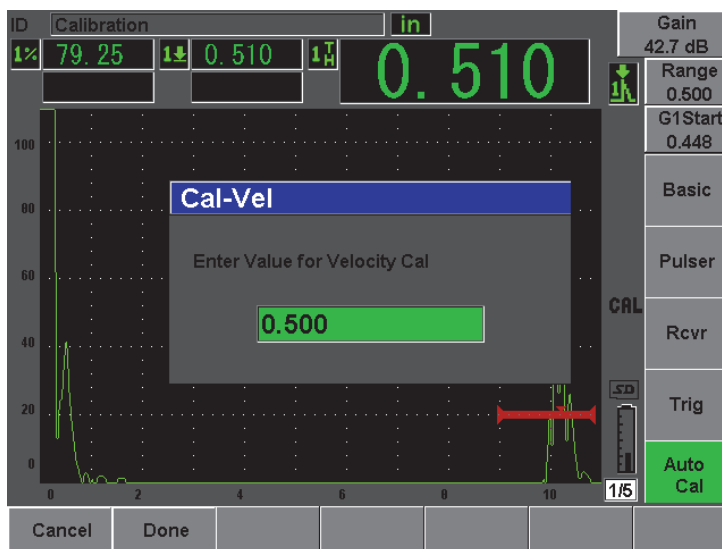

Рис. 10-9 Введение значения толщины для калибровки скорости
16. В окне **Cal-Vel** введите известное значение толщины для сигнала в стробе (в этом примере 12,5 мм) и выберите **Done** (Готово), чтобы завершить калибровку (см. Рис. 10-9 на стр. 170).